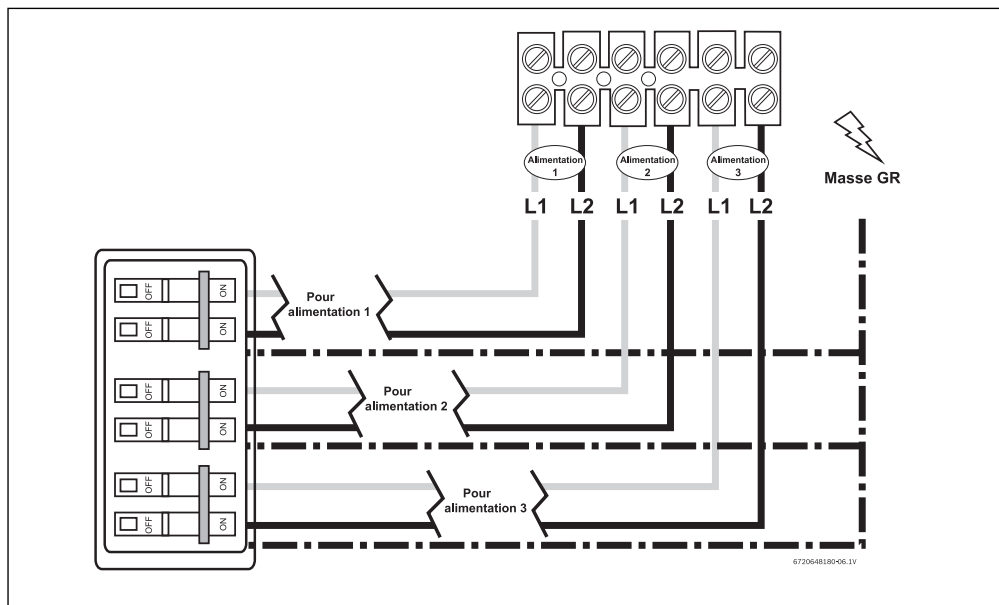

Fig. 6 Connexion au bornier WH36 (pour U.S.A.)
- Dénuder l'isolation des câbles électriques sur environ ½ pouces. Connecter les fils électriques aux bornes marquées " L1 " et " L2 ". Le WH36 trois paires de fils électriques. (Voir Fig. 6, page 11).